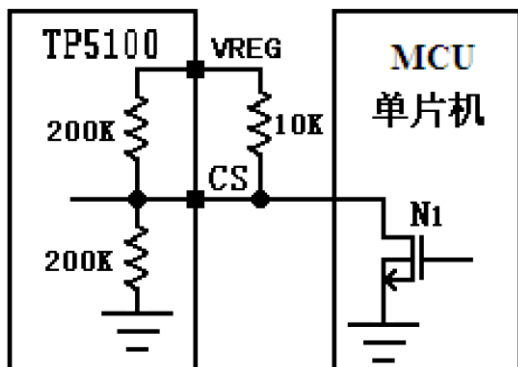

图 4 受外部控制的 8.4V 锂离子电池充电状态与停机状态的切换
8.4V 双节锂离子电池充电状态与停机模式的切换。如图 4 所示, 通过一个开漏输出端口与 CS 端连接, 如果 NMOS 管栅极输入低电平, N1 截止, 此时 CS 端接高电平, 则充电截止电压为 8.4V, TP5100 为双节锂离子电池充电。当 NMOS 管栅极输入高电平, N1 导通, 此时 CS 端被下拉到 GND, TP5100 为停机模式。VREG 引脚可以输出 5mA 驱动电流, 上拉电阻可选 1K-100K。